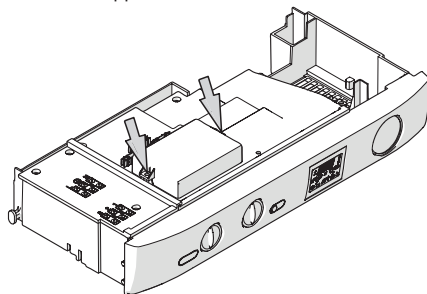

Рисунок 5.49
- Открутите два винта, см. Рисунок 5.49, и откройте крышку клеммной колодки внешнего датчика.